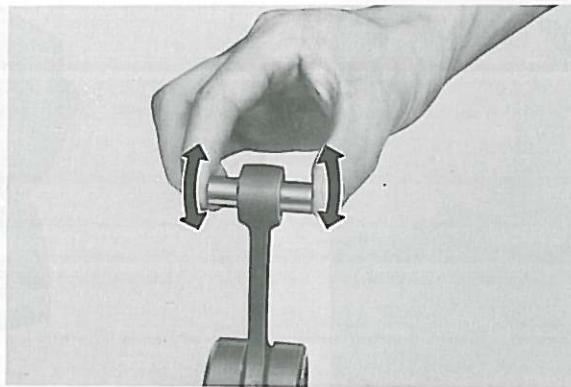

Fig. 3-3-7
4. Apply a light film of oil to pin and bearing surfaces. Install in connecting rod small end. Check for play. There should be no noticeable vertical play. If play exists, check connecting rod small end for wear. Replace pin and bearing or all as required. (Fig. 3-3-7)
4. Appliquer une légère couche d'huile sur l'axe et le roulement, et les introduire dans le pied de bielle pour vérifier le jeu. On ne doit constater aucun jeu vertical. En cas de jeu, vérifier si le pied de bielle n'est pas usé. Remplacer l'axe et le roulement et, si nécessaire, la bielle également. (Fig. 3-3-7)
4. Leichten Ölfilm auf die Oberflächen des Kolbenbolzens und Lagers auftragen und in das Pleuelstangenauge einsetzen; dann auf Spiel prüfen. Es darf kein fühlbares Spiel in vertikaler Richtung vorhanden sein. Falls Spiel vorhanden ist, Pleuelstangenaugenaugen auf Verschleiß prüfen. Falls erforderlich, Kolbenbolzen und Lager oder alle Teile ersetzen. (Fig. 3-3-7)